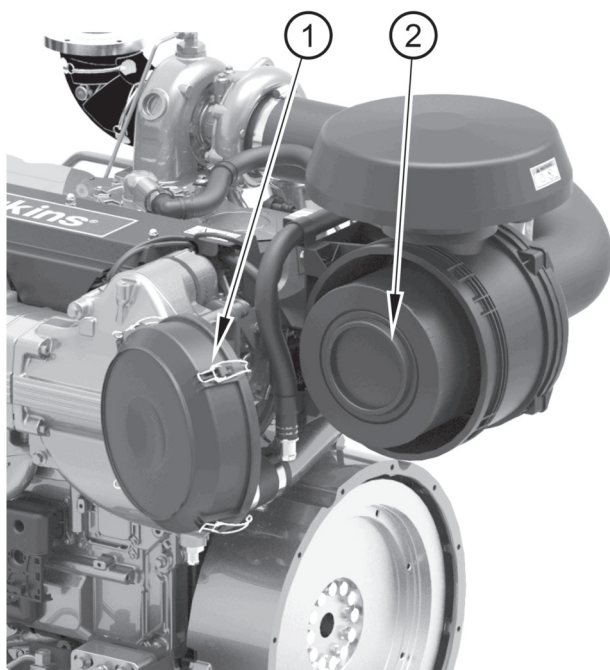

Figura 39
1. Sganciare i 4 fermi e sollevare il coperchio (figura 39 voce 1) da un lato.